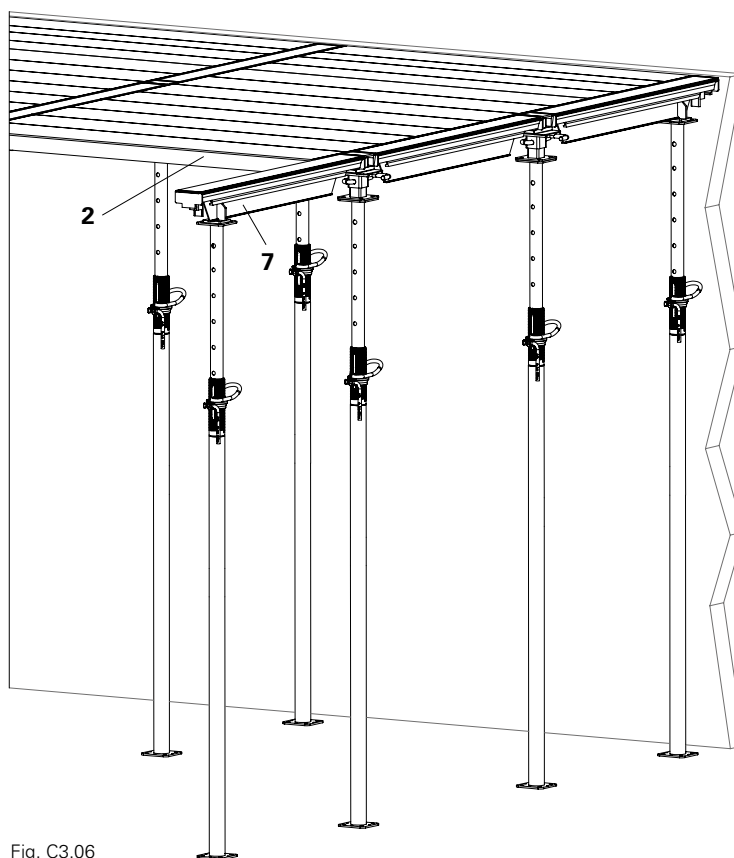
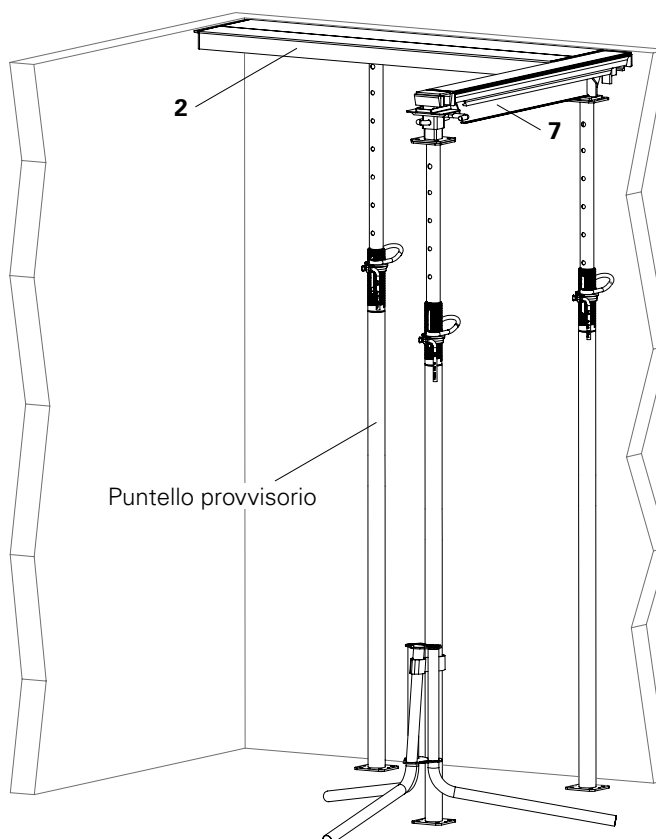

Fig. C3.06
Fig. C3.07
2. Smantellare la trave della soletta UNO Plus (7). (Fig. C3.06)
3. Fissare il telaio della trave UNO Plus (2) con l'ausilio di una seconda persona e tenerlo il posizione.
4. Disarmare la trave della soletta UNO Plus (2). (Fig. C3.06)
5. Disarmare la seconda trave e i telai per soletta seguendo la stessa procedura. (Fig. C3.06 + Fig. C3.07) Vedere "Sistema" alla fine della Sezione C3.